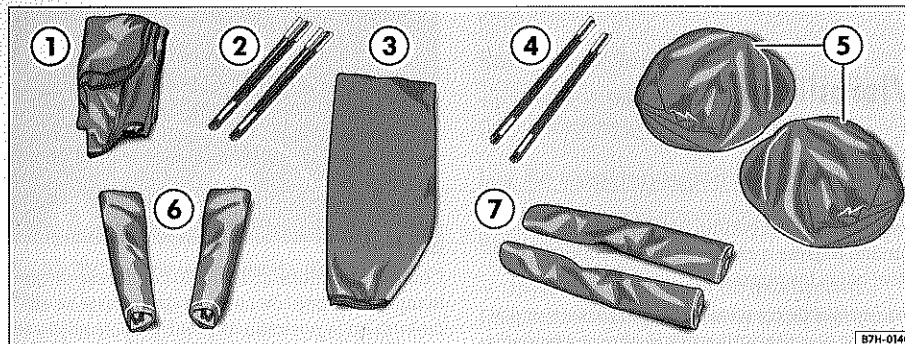

Fig. 36 Piezas de los cubreventanas
- ① Cubreventanas del parabrisas (con una marca de color) ⇒ fig. 36.
- ② Varillas de fibra de vidrio para el cubreventanas del parabrisas (marcadas de color).
- ③ Cubreventanas de la luneta con tres cintas (con una marca de color).
- ④ Varillas de fibra de vidrio para el cubreventanas de la luneta (marcadas de color).
- ⑤ Cubreventanas del lado del conductor y del lado del acompañante provistos de un marco de montaje flexible.
- ⑥ Cubreventanas de las ventanillas laterales centrales derecha e izquierda con un perfil de fijación de cuatro piezas.
- ⑦ Cubreventanas de las ventanillas laterales traseras derecha e izquierda con un perfil de fijación de dos piezas.
- Saque la tela ⇒ página 52, fig. 36 ① y las varillas de fibra de vidrio ② de la bolsa.
- Saque la tela ⇒ página 52, fig. 36 ③ y las varillas de fibra de vidrio ④ de la bolsa.
- Desdoble con cuidado los cubreventanas ⇒ página 52, fig. 36
- Saque los cubreventanas ⇒ página 52, fig. 36 ⑥ de la bolsa.
- Saque los cubreventanas ⇒ página 52, fig. 36 ⑦ de la bolsa.